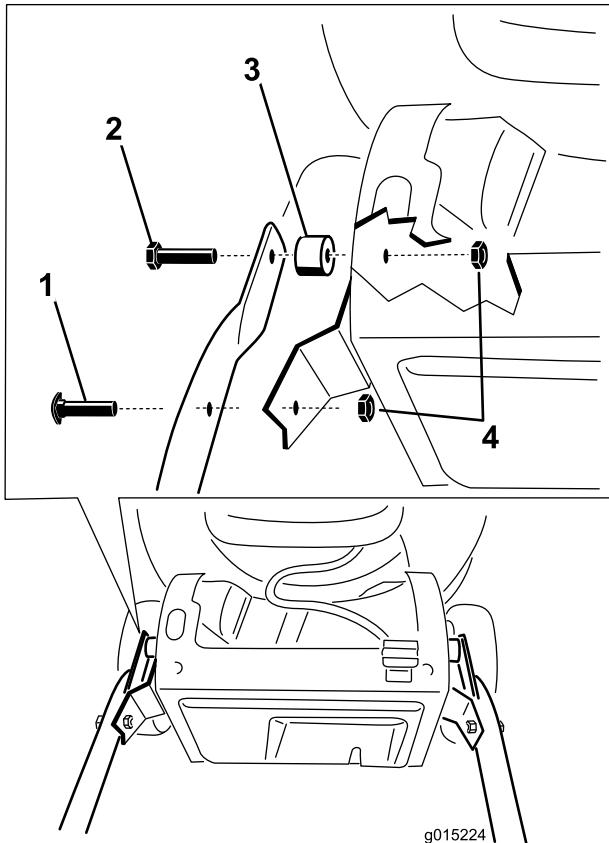

Figura 4
2. Sujete el manillar a la carcasa del cortacésped (Figura 4) usando los 4 pernos, 4 contratuercas, y 2 espaciadores de la bolsa de piezas sueltas.